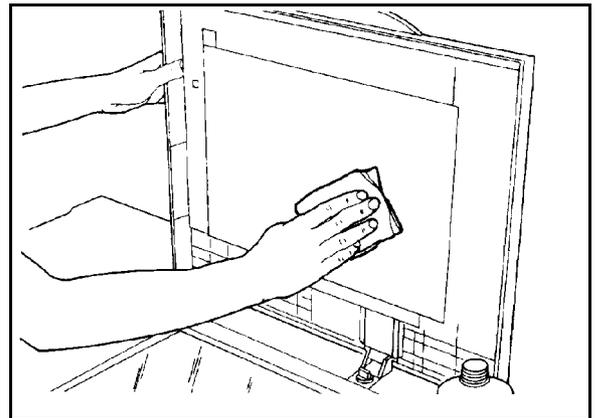

Figure 4 : Nettoyage du chargeur (cache-document)
- 3 Essuyez la partie inférieure du cache-document jusqu'à ce qu'il soit propre et sec (figure 4).